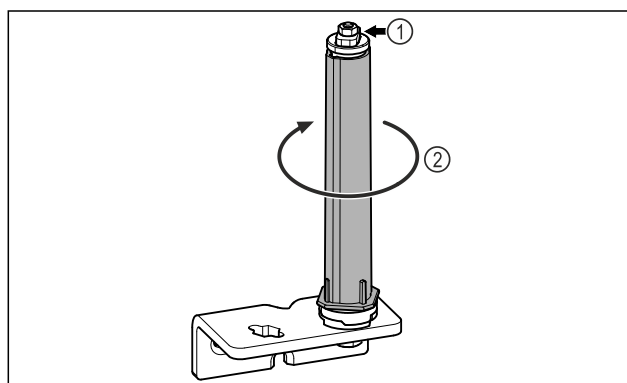

Fig. 21
- Neizjauciet durvju slēgšanas sistēmu Fig. 21 (1).
- Pagrieziet slēgšanas sistēmu *Fig. 21 (2)*, līdz tā noklikšķ.